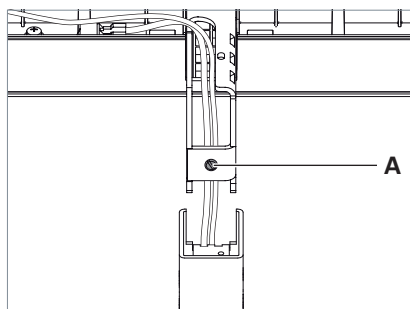

Fig. 14: Ajuster la tête du luminaire.
- ▶ Pour soulever un peu la tête du luminaire, tournez la vis de réglage **A** d'un tour dans le sens inverse des aiguilles d'une montre, voir Fig. 14.